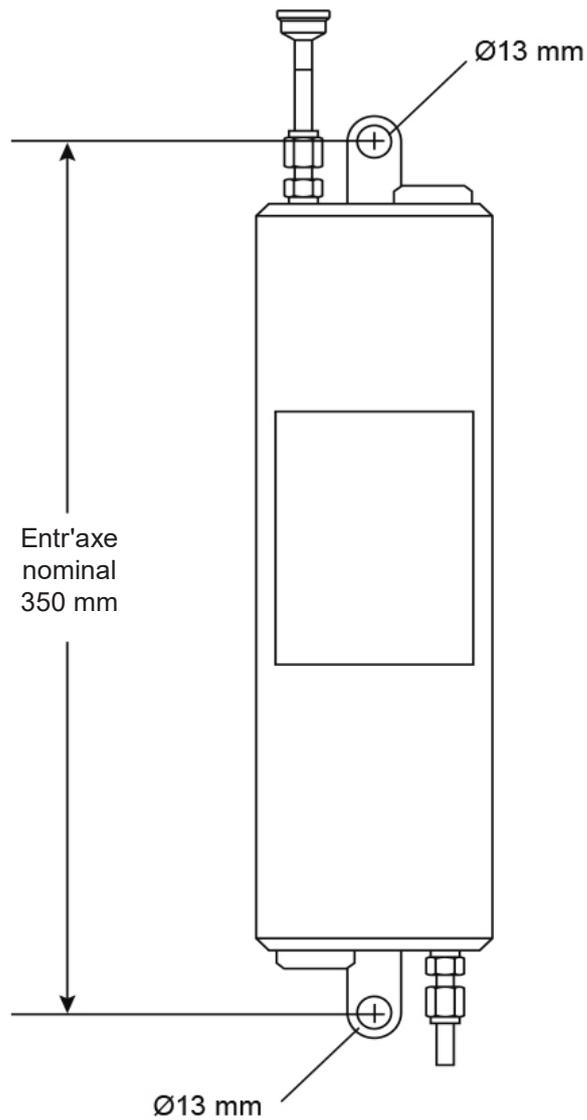

Fig. 2
- Le refroidisseur d'échantillon doit être monté verticalement, en utilisant les pattes de fixation percées (voir Fig. 2).